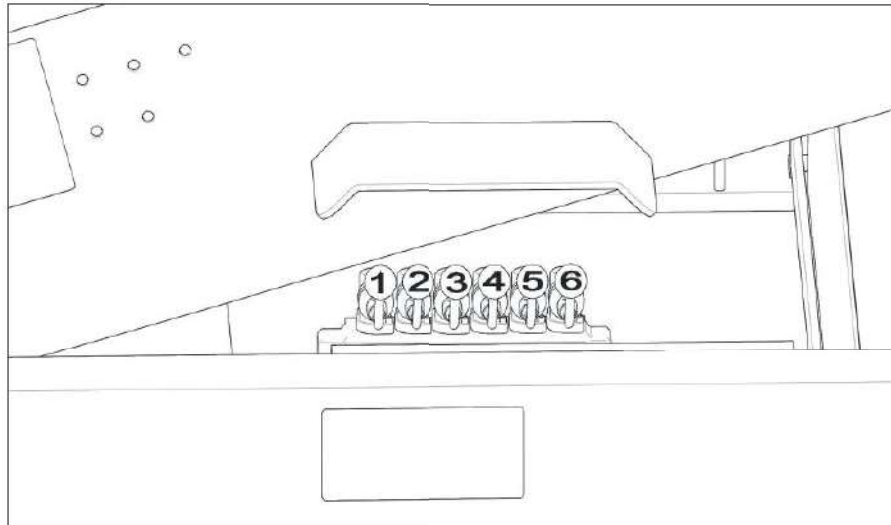

Figure 5.5 - Transportbandhendels aan de linkerkant
2. Gebruik hendel (2) op afb. 5.5 om de eindband in de transportpositie te zetten.
3. Gebruik hendel (1) op afb. 5.5 om de eindband in te klappen.